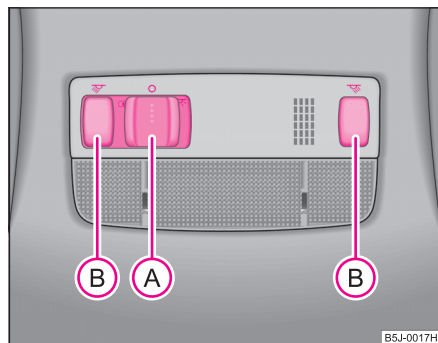

Abb. 38 Ausschnitt aus dem Dachhimmel: Innenbeleuchtung vorn
- Drücken Sie den Schalter **(A)** nach rechts in die Stellung ⇒ Abb. 38.
- Drücken Sie auf einen der Schalter **(B)** ⇒ Abb. 38, um die rechte oder linke Leseleuchte ein- bzw. auszuschalten.